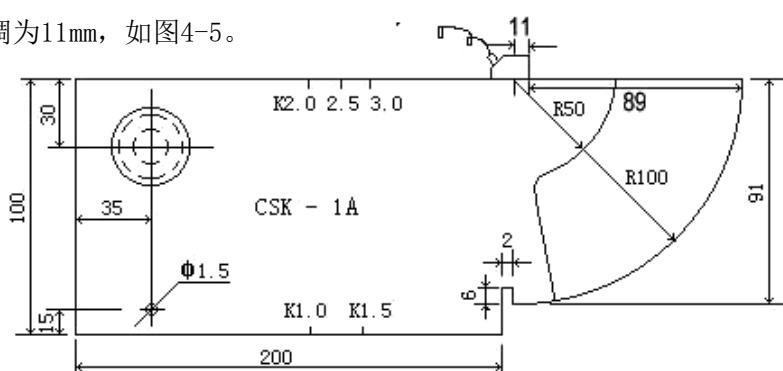
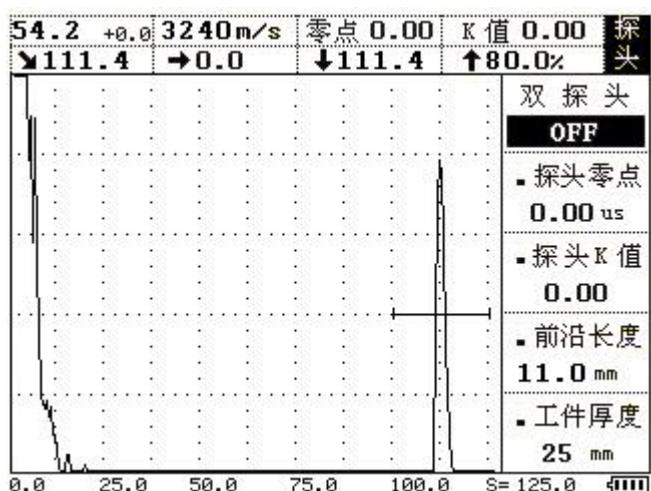

图 4-4
图 4-5
3、校准探头前沿：将探头放在试块上并移动，使得 R100mm 的圆弧面的反射体回波到最高，用直尺量出探头前端面 89mm，此时探头的前沿值为 $100 - 89 = 11\text{mm}$ 。如图 4-4 所示，之后按 **探头** 键进入探头菜单，再用 **▲** (上) 或 **▼** (下) 键调整到探头前沿子菜单，再按 **◀** (左) 或 **▶** (右) 键将探头前沿值调为 11mm，如图 4-5。